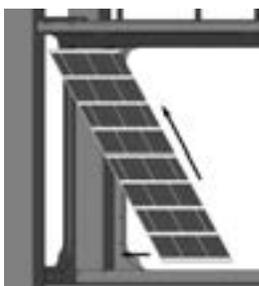

Figure 3.5.1.a
- Rabattre la languette de maintien située dans le plafond du foyer (figure 3.5.1.c).